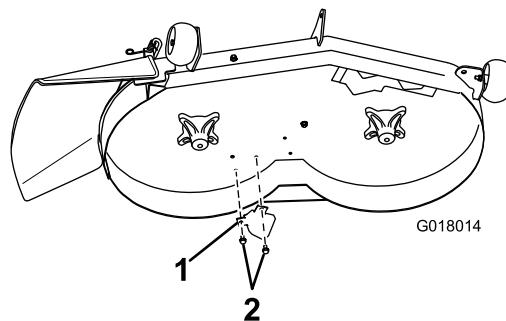

Figura 4
13. Instale el golpeador debajo de la carcasa de corte con 2 tornillos autorroscantes (5/16 x 3/4 pulgada) en la posición indicada en Figura 4.